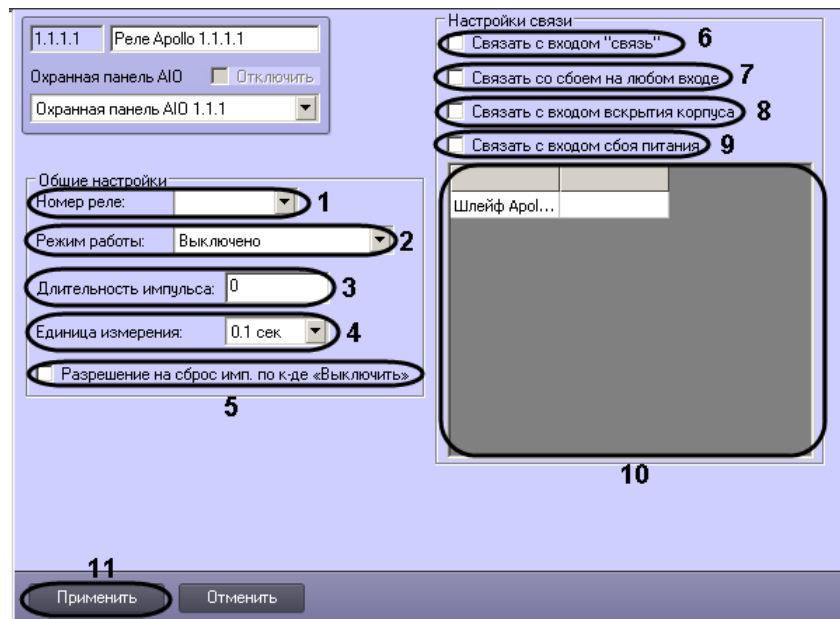

Рис. 3.5–6 Панель настроек объекта Реле
2. Из раскрывающегося списка **Номер реле:** выбрать порядковый номер реле (см. Рис. 3.5–6, 1).
3. Из раскрывающегося списка **Режим работы:** выбрать режим работы реле (см. Рис. 3.5–6, 2, Таб. 3.5-2).